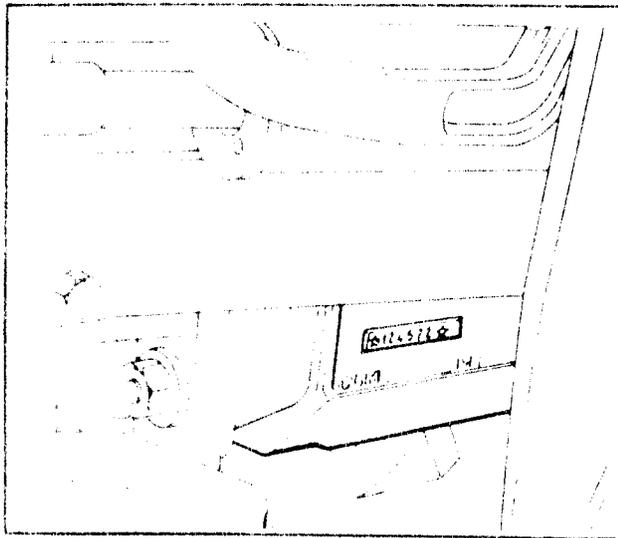

Figura 1 Identificazione della trattrice
- Inserire la chiave nel commutatore (15, fig. 3) e ruotarla in posizione 2; rilasciare la chiave quando il motore è avviato, essa ritornerà automaticamente in posizione 1 (vedere la figura 1).